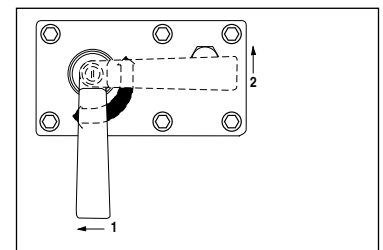

Abb. 6
(siehe Abb. 6)
3. ehen Sie den Griff des Steuerventils in die Rücklaufposition („2“) (Ventilpositionen siehe Abb. 6).